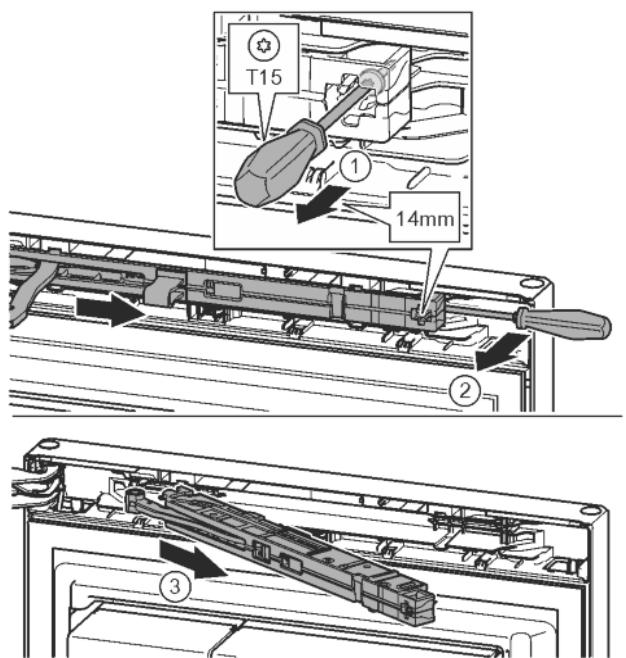

Fig. 12
- С отвертка T15 отвийте винта на блока на затварящия демпфер с ок. 14 mm. Fig. 12 (1)
- От страната на дръжката вкарайте отвертка зад блока на затварящия демпфер и завъртете напред. Fig. 12 (2)
- Издърпайте блока на затварящия демпфер. Fig. 12 (3)